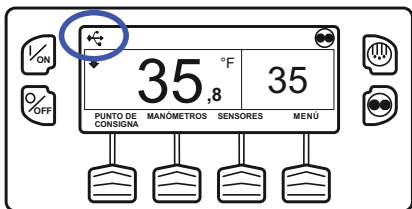

Figura 87: Ícono de unidad flash
- El ícono USB (Figura 87) aparece en la esquina superior izquierda de la pantalla como se muestra debajo cuando se introduce la unidad flash USB en el puerto de unidad flash USB del panel de control de la unidad.